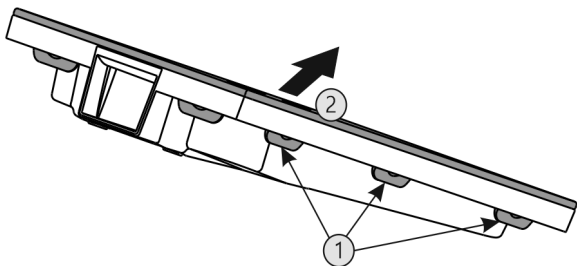

Fig. 39
- ▶ Postupne stlačte všetky spony Fig. 39 (1) a odoberte kryt Fig. 39 (2).